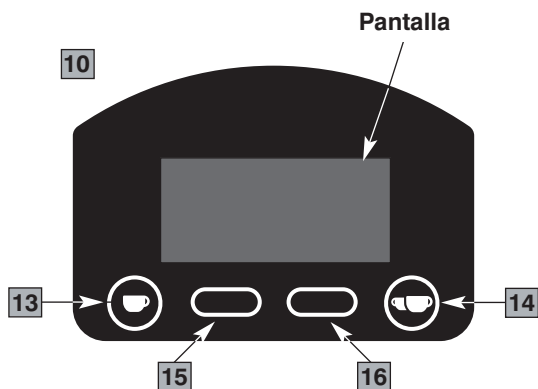
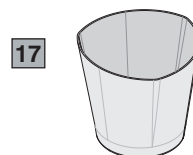

Fig. 4
Fig. 5
Componentes principales (Fig. 1, Fig. 2, Fig. 3, Fig. 4, Fig. 5)
- 4 Pulsar el botón  (13 Fig. 4) para moler la cantidad de café necesaria para una dosis individual o el botón  (14 Fig. 4) para dos dosis.
- 4 Para moler café de modo continuado, sin ninguna regulación de tiempo, pulsar contemporáneamente los botones  y  (13, 14 Fig. 4) para pasar a la pantalla de funcionamiento manual.
botón (15 Fig. 4) en la pantalla principal (en la pantalla "Time", si no se presiona nada, después de tres segundos se vuelve a la principal).
Para programar la dosis individual, pulsar el botón  (13 Fig. 4), y para dos dosis el botón  (14 Fig. 4).
Como regulación de fábrica (**modo de impulso ON**), activado), el aparato suministra el café con solo presionar el botón start  (13 Fig. 4) para la dosis individual y  (14 Fig. 4) para la dosis doble.
Si durante el suministro de una dosis este botón se presiona nuevamente, el motor se detiene, el sistema se pone en pausa y en la pantalla se visualiza el tiempo restante para completar la dosis. En este punto, para completar la dosis, es suficiente pulsar nuevamente el botón de start relativo (13 o 14 Fig. 4).